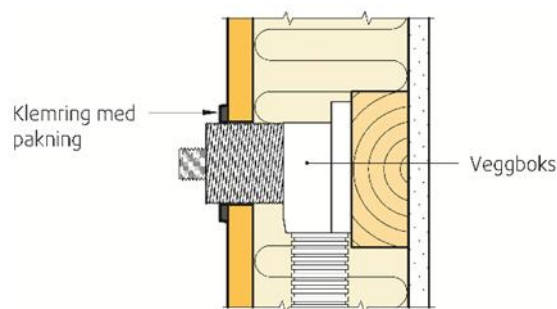

Fig. 2
- Sanipex rørmansjett monteres med fugemasse for vanntetting rundt veggbokser. Det skal kun påføres fugemasse på baderomspanelet og ikke opp på røret, se fig. 2